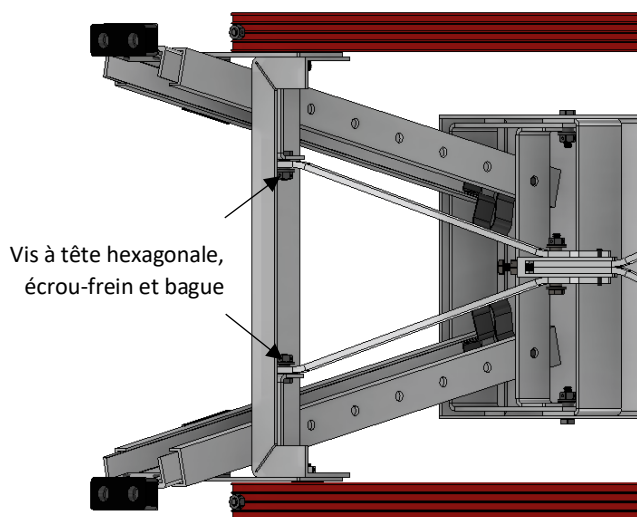

Figure 3
5. Dévisser les deux écrous-freins de 1/4 po-20 et retirer les deux vis à tête hexagonale de 1/4 po-20 x 3/4 po et les bagues du support de fixation sur le jambage (EDI : 40125), comme illustré à la Figure 3.
8. En utilisant les deux bagues **neuves** restantes, placer une bague dans chacun des trous de fixation sur la contrefiche inférieure courte du bras de blocage et aligner les trous de fixation de la contrefiche inférieure courte et ceux du jambage, comme illustré à la Figure 3.
9. Placer une vis à tête hexagonale de 1/4 po-20 x 1 po **neuve** à travers l'un des trous de l'un des supports de fixation du jambage et à travers la bague dans le trou de fixation de la contrefiche inférieure courte, comme illustré à la Figure 3.